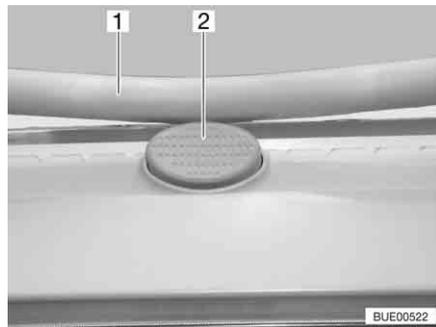

Bild 78 Sicherungsknopf an der Heki-Dachhaube
- Den Sicherungsknopf (Bild 78,2) drücken und den Bügel (Bild 78,1) mit beiden Händen nach unten ziehen.
- Den Bügel mit beiden Händen nach oben drücken, bis der Bügel oberhalb des Sicherungsknopfes (Bild 78,2) liegt.